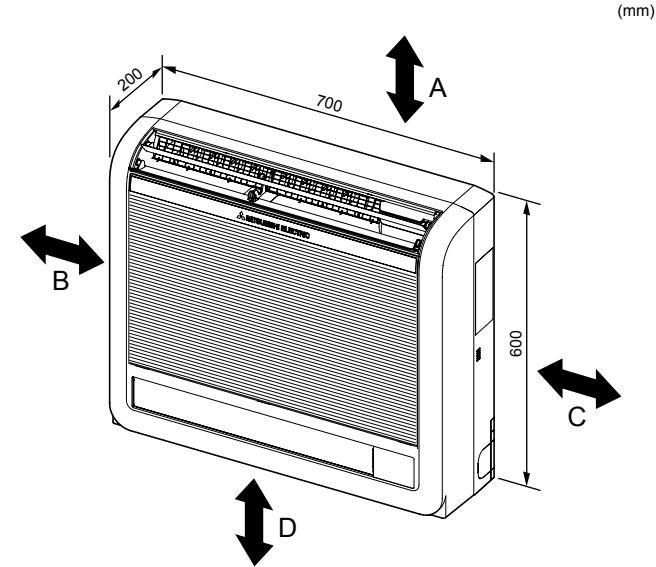

Fig. 2-1
①	Mangueira de drenagem	1
②	Tampa do tubo	1
③	Banda	2
④	Suporte de montagem da unidade interior	1
⑤	Parafuso de fixação para ④ 4 × 25 mm	5
⑥	Parafuso de madeira para fixação da unidade interior	4
⑦	Anilha de ⑥	4
⑧	Fita de feltro (utilizada para a tubagem esquerda ou esquerda-posterior)	1
⑨	Cabo de controlo remoto MA	1
2.1. Dimensões globais (Unidade interior) (Fig. 2-1)